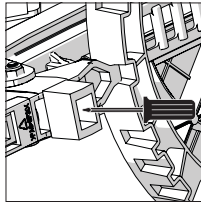

Fig. 14
- Ta bort och förvara stabilitetsblocket på säkert vis inunder den stationära låsspaken. (**Fig. 14**)